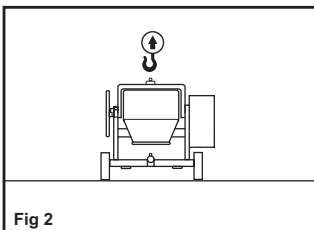

Fig 2
- Otočením bubnu směrem dolů (viz Fig. 2) se odkryje kotvicí oko.